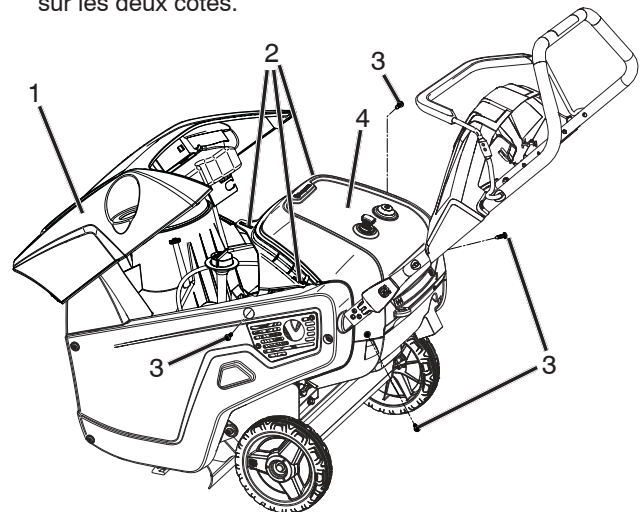

Figure 27
8. Détacher le couvercle supérieur en tirant fermement vers le haut au niveau de la section arrière du couvercle, pour désengager les trois agrafes (Figure 27).
23. Fixer à nouveau les deux vis par le biais des couvercles arrière et dans l'agrafe sur le couvercle latéral (Figure 27).
25. Poser le couvercle supérieur en place et fixer les trois agrafes du couvercle supérieur dans le couvercle supérieur arrière (Figure 27).